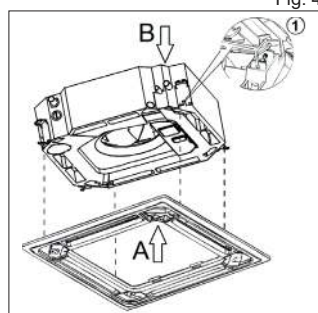

Fig. 4
3. Installazione del pannello (Fig.4)